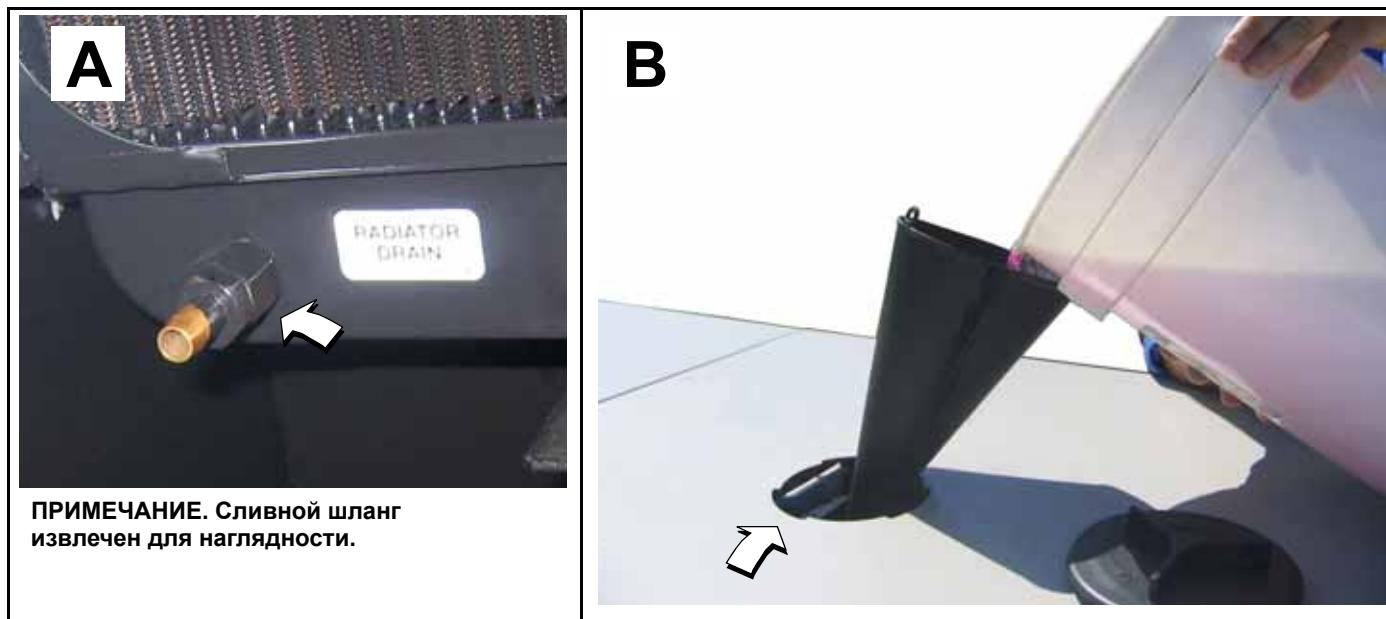

Рис. 5-14. Слив/наполнение системы охлаждения
6. Поверните шестигранную гайку, чтобы открыть сливной кран. См. пункт «A» на Рис. 5-14
14. Вставьте воронку в заливную горловину радиатора. См. пункт «B» на Рис. 5-14